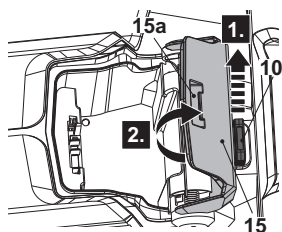

Fig. 8
1. Démontez la clé de sécurité (10) et gardez-la de côté pour éviter de la perdre (Fig. 8, étape 1).
2. Utilisez la rainure (15a) pour ouvrir le couvercle du compartiment de la batterie (15) (Fig. 8, étape 2).